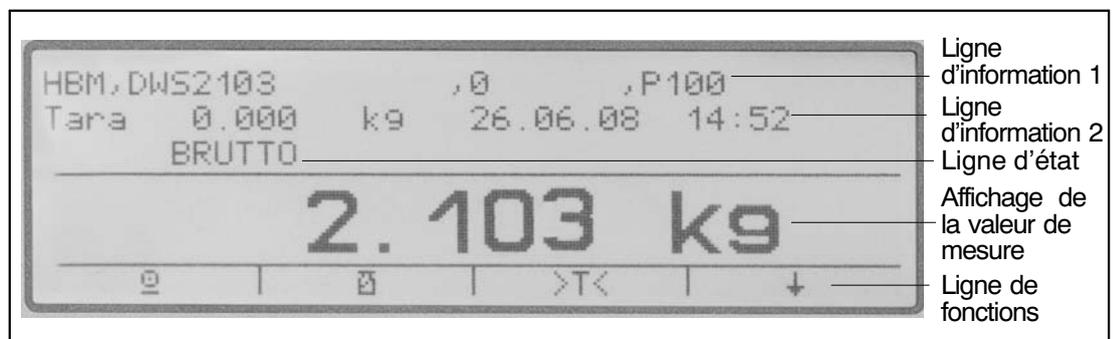

Fig. 6.2: affichage
- Touches F1...F4 = la fonction de la touche est affichée à l'écran sous forme de texte ou d'icône sur la ligne des fonctions (fig. 6.2)